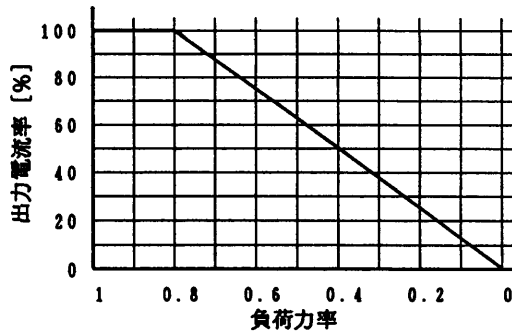

図 3
負荷力率が0~0.8の時は負荷力率により出力電流を低減。(ACモード) 図3
- ・図 1 と図 3 より、定格出力電流は両方の出力電流率の積となります。また図 4 の出力電流率は両方の出力電流率の値より小さい場合に優先します。(AC モードのみ適用)